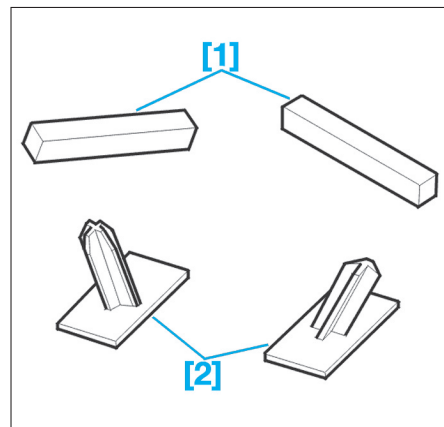

FIG. 7
- [1]. Cales inférieures \*2 (Fig.7).